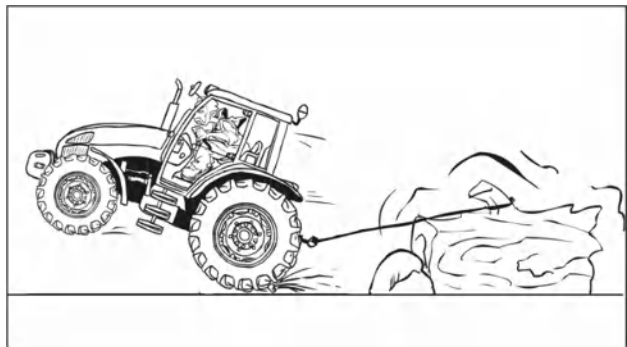

Рис. 2-35
- Начинайте движение медленно и постепенно увеличивайте скорость. НЕ увеличивайте обороты двигателя и не отпускайте резко сцепление. Если к трактору подсоединен тяжелый груз или неподвижный объект, неправильное включение сцепления может привести к опрокидыванию (рис. 2-35 и 2-36).